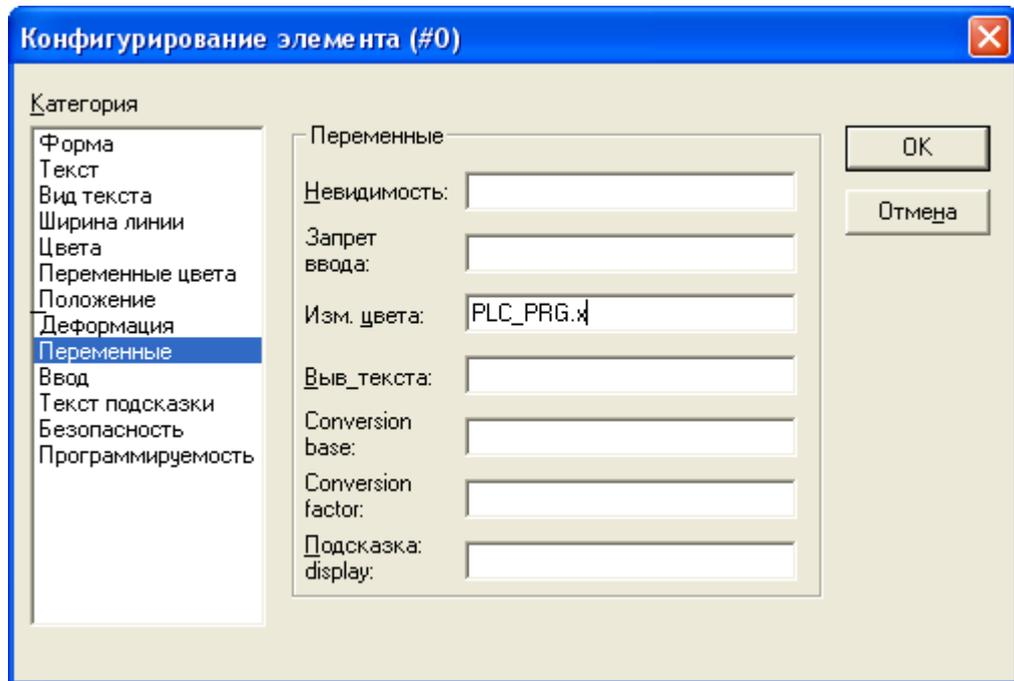

Рисунок 3 – Вікно конфігурування елемента візуалізації
- в) вибрати **Змінні – Зм. кольору: F2** – вибрати змінну, наприклад x (рисунок 3);